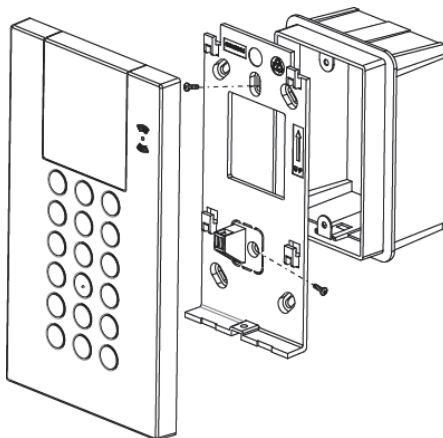

Figure 6
2. Fixez le support de fixation au boîtier électrique à l'aide de deux vis, comme le montre la Figure 6.